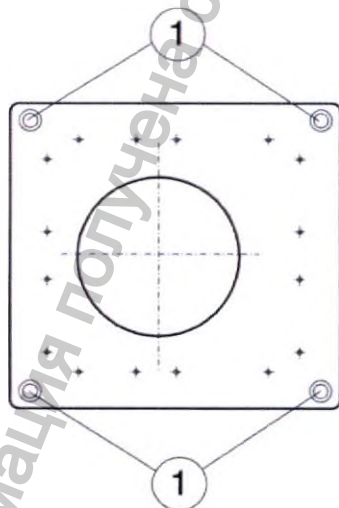

Рис. 11: Монтажная пластина для стола
Для стола требуется другой сверлильный кондуктор. Он входит в комплект для предварительной установки стола. Вставьте сверлильный кондуктор в 20-мм монтажные отверстия (Рис. 11 (1)) в монтажной пластине.